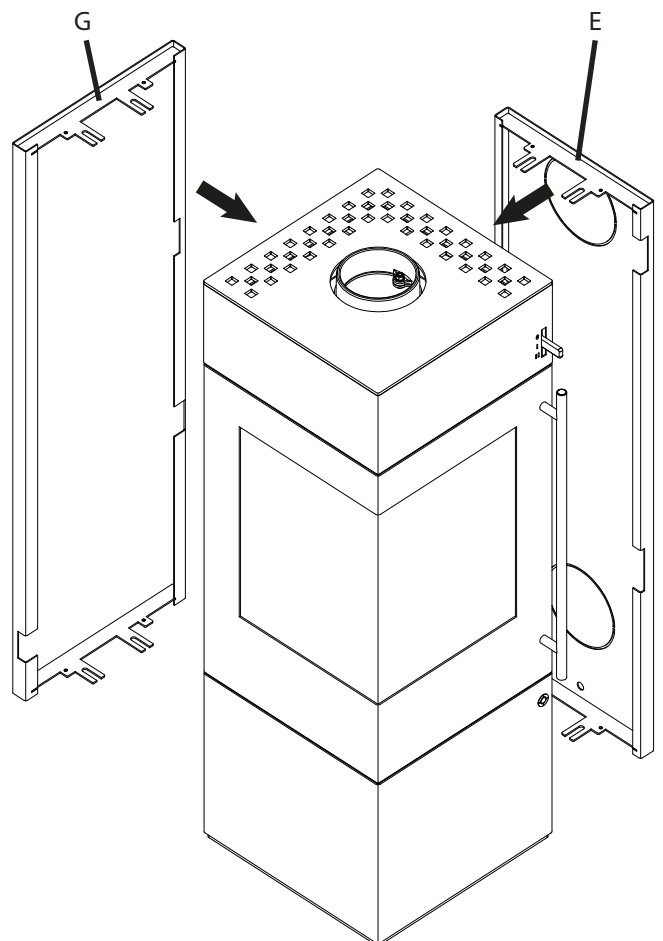

Fig.4
- Afdekking voor de kachelpijpaansluiting en de afdekking voor de aansluiting van de verbrandingsluchtleiding uit de achterwand breken (zie Fig.4).